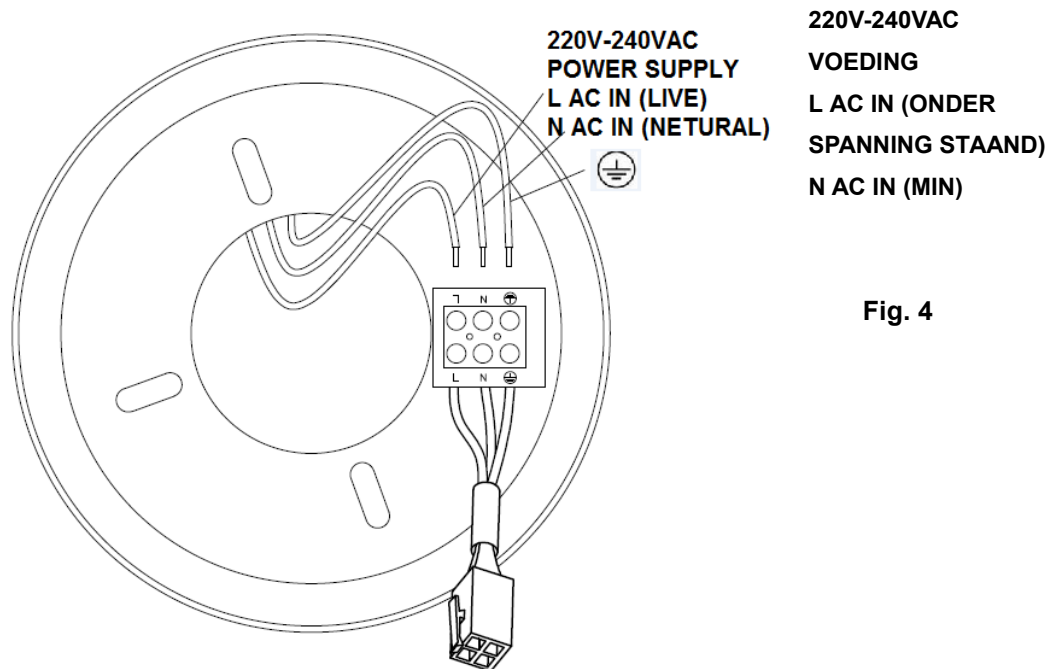

Fig. 4
- Gebruik het bedradingschema hieronder om de ventilator verder aan te sluiten (Figure. 4).
**VOORBEREIDING EN AANSLUITING VAN DE STROOMDRADEN --- BEDRADINGSSHEMA (Fig. 4)**
**NOTE:** INDIEN ER TWEE OF MEER DC-PLAFONDVENTILATOREN OP EEN (1) PLAATS WORDEN GEÏNSTALLEERD, MOET ER VOOR ELKE PLAFONDVENTILATOR EEN APARTE SCHAKELAAR ZIJN. DIT IS EEN VEREISTE WANNEER DE AFSTANDSBEDIENING EN DE ONTVANGER ALS PAAR GEPROGRAMMEERD WORDEN